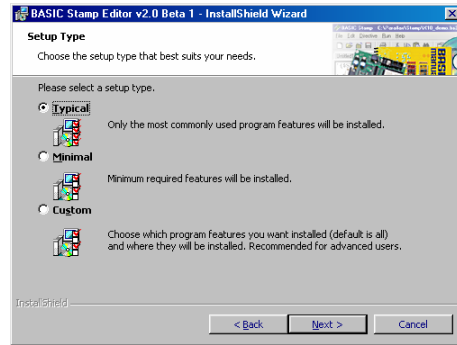

Figura 1-19
- ✓ Per il setup type selezionare *Typical* come mostrato in Figura 1-19.